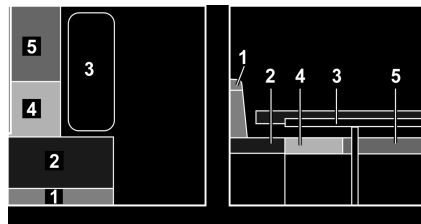

Fig. 134 Antes de la transformación
- Transformar la mesa (Fig. 134,3) en base de cama (véase apartado 7.7).